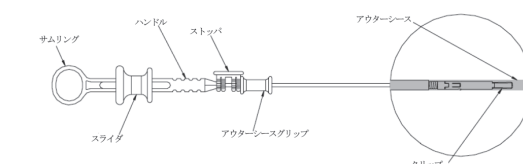
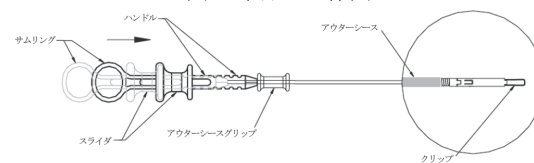

図 1: 本品の全体図
図 2: ストッパを取り外し、クリップが露出した状態
- (1) 本品を内視鏡のワーキングチャンネルに2〜3cm ずつ慎重に挿入する。
- (2) 本品が内視鏡先端部から出たことが直接目で確認できたら、アウターシースグリップとハンドルの間にあるストッパを外す(図1参照)。本品のクリップが完全に露出したら、アウターシースグリップを保持し、ハンドルがアウターシースグリップに突き当たるまで先端側に押す(図2参照)。